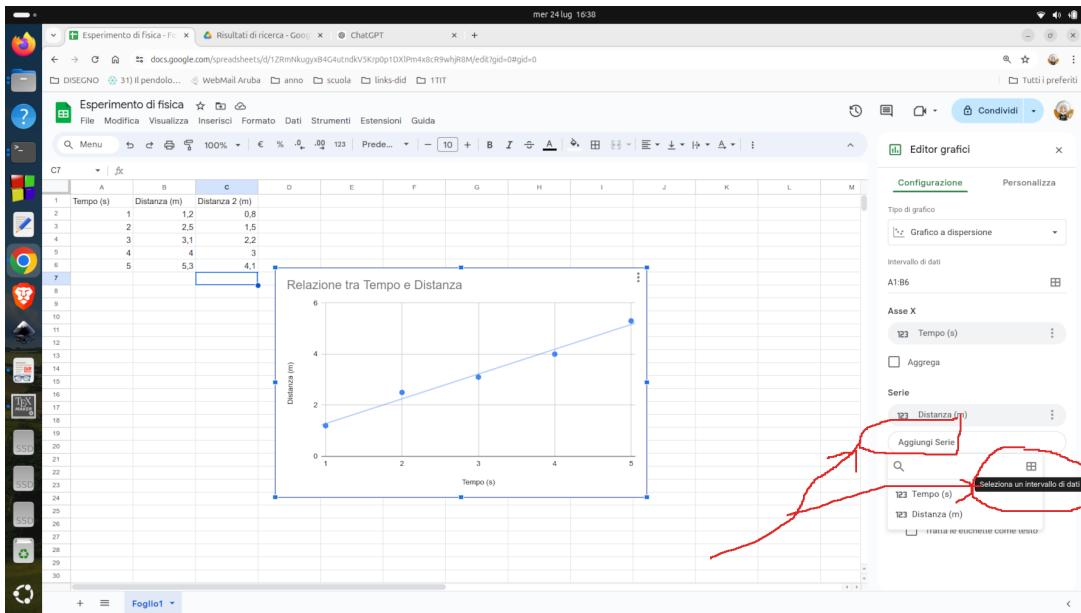
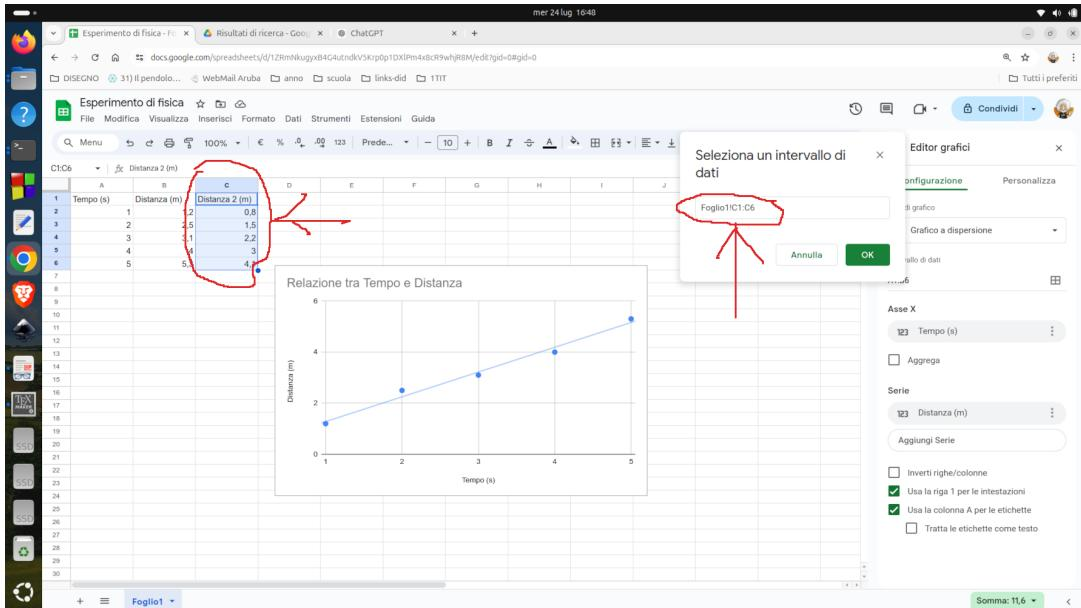
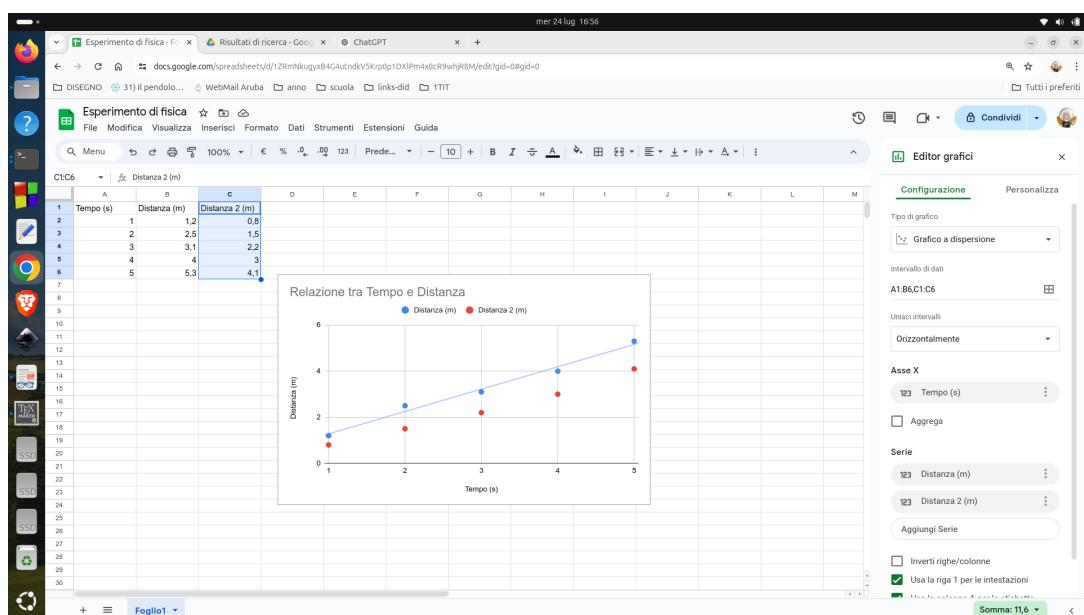

Figura 3.33 – Selezione di una serie, tasto “+”.
Figura 3.34 – Finestra di dialogo per la scelta dell’intervallo della serie 2.
Figura 3.35 – Come si presenta il grafico costruito nel tutorial.
3. Seleziona i dati inseriti nelle colonne A, B e C. Puoi farlo cliccando e trascinando il mouse dall'angolo superiore sinistro (A1) all'angolo inferiore destro (C5) dei tuoi dati oppure (vedi figura 3.33) selezionando **aggiungi serie**, figura 3.33 e. successivamente, cliccando il tasto “+”. Si aprirà un campo di testo in cui inserire l'intervallo di cella. Per farlo, si può agire graficamente, selezionando tutta la colonna col tasto destro del mouse e verrà automaticamente scritto l'intervallo (figura 3.34). La scrittura *Foglio1!C1:C6* indica di selezionare l'intervallo del foglio attuale (Foglio1) dalla cella C1 alla cella C6). In fine clicca “Ok” e la serie verrà inserita. A questo punto puoi personalizzare il grafico come vuoi, inserire linee di tendenza etc. Come regola generale, si consiglia di realizzare grafici in cui le due serie sull'asse Y sono della stessa natura ma non è vietato inserire anche serie diverse purché, è bene ribadirlo, sull'asse X, ci sia una sola serie per entrambe le grandezze dipendenti (ossia le Y, nel nostro caso, il tempo). Come esercizio, puoi provare a disegnare la linea di tendenza della serie 2. Il grafico finale è in figura 3.35.